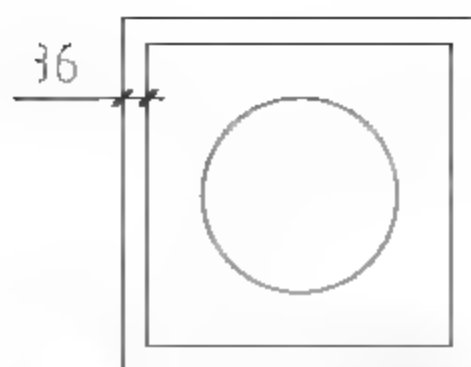

图8-197 偏移矩形
- 调用O【偏移】命令，设置偏移距离为36，向内偏移矩形，结果如图8-197所示。